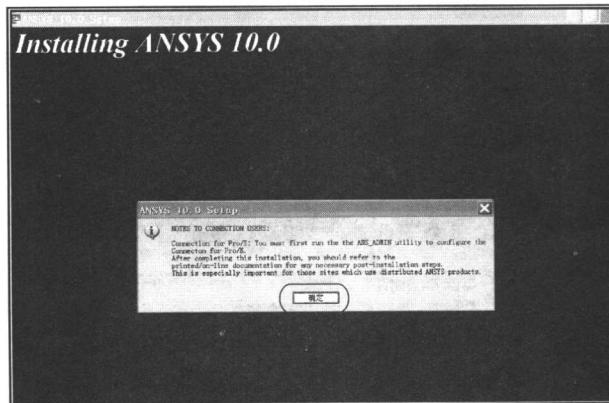

图 1-8 ANSYS 程序与 Pro/E 连接设置
- ⑧ 出现 ANSYS 与 Pro/E 连接设置界面如图 1-8 所示，单击“确定”按钮进行下一步安装。